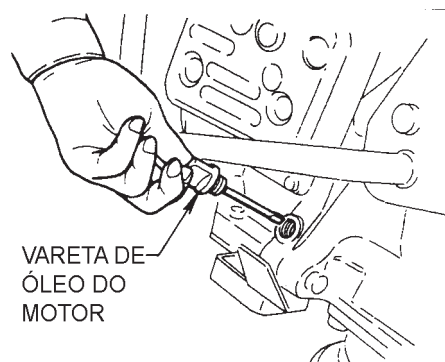
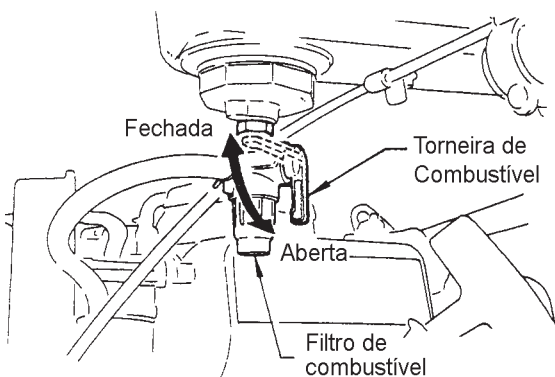

Figura 6. Vareta de Óleo do Motor
Figura 7. Torneira de Combustível
1. Abra a válvula de desligamento de combustível movendo a alavanca f v da torneira para a posição **aberta** (Figura 7) e em seguida ajuste a chave de partida/parada do motor (Figura 6) para a posição **“START”** (PARTIDA).